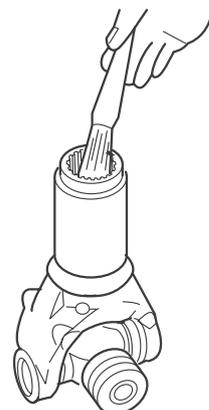

Figura 8.21
3. Use um pincel para distribuir o lubrificante nas estrias. Figura 8.21..